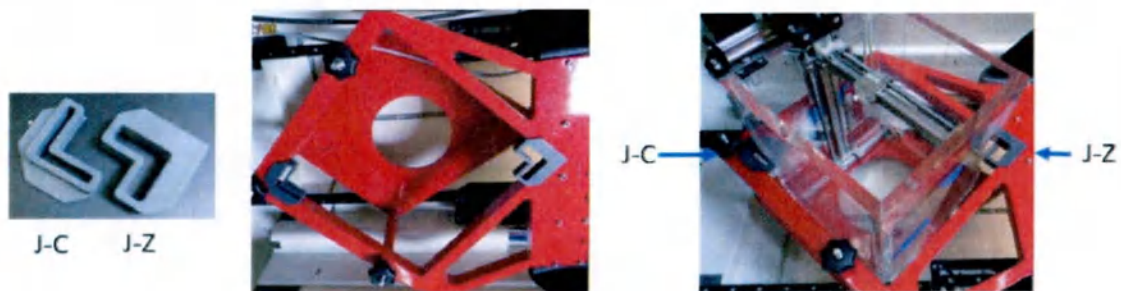

Рисунок 1-1. Емкость PTW
2. Поместите пустую емкость PTW в кронштейн и отцентрируйте емкость с помощью 2 центрирующих зажимов (см. рисунок 1-1).